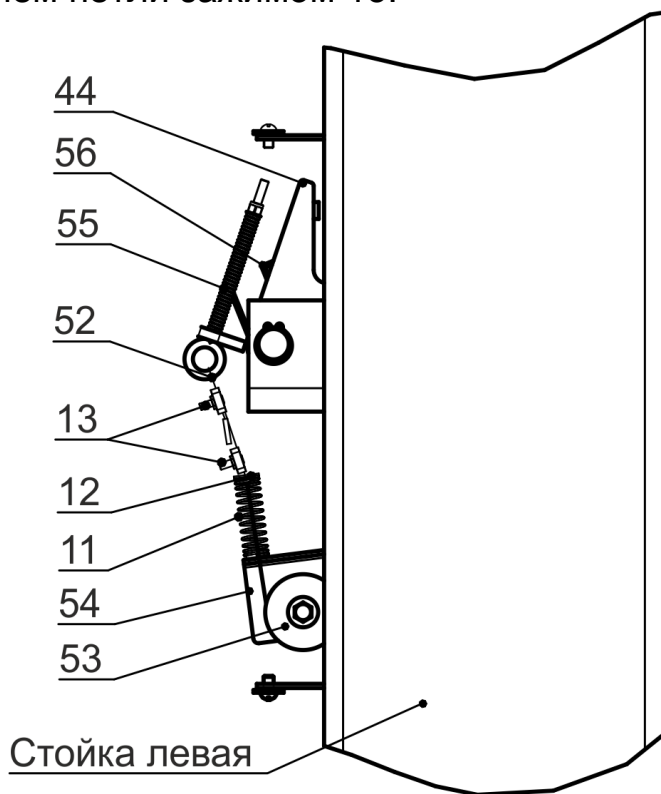

Рисунок 6.5 - Система стопорения кареток
6.6 Установить тросик системы стопорения (рисунок 6.5). Для этого снять крышку, закрывающую стопор-защелку 44 на левой стойке 2, отвернув два винта М6х10. Тросик 52 системы стопорения, закрепленный на правой стойке 1 (с насосной станцией 45), протянуть через блоки 35, направляющие
7.2.1 Нажатием кнопки 49 поднять автомобиль, чуть выше требуемой высоты (защелки должны быть поджаты к стойкам, рисунок 6.5) и нажатием кнопки 50 опустить каретки 63 на защелки 44. Убедиться в том, что каретки 63 опустились на защелки 44 (при нажатии кнопки 50 каретки больше не опускаются). В этом случае гидравлическая система разгружена, вес автомобиля воспринимается стойками подъемника.